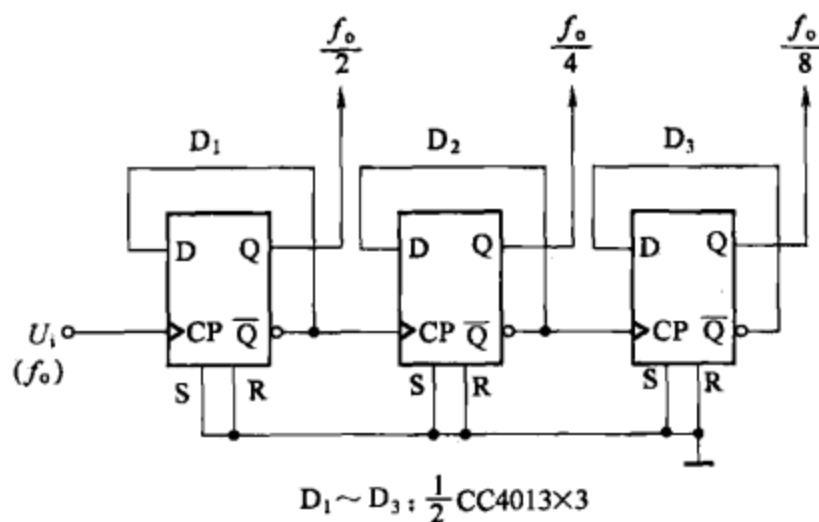

图 8-28
(2) 图 8-28 所示为 D 型触发器构成的三级分频电路。每个 D 型触发器的反相输出端 \bar{Q} 与自身的数据输入端 D 相连接，构成 2 分频单元。三级 2 分频单元串接可实现 8 分频电路。增加串接的分频单元的数量，即可相应增大分频比， n 级 2 分频单元串接可实现 2^n 分频。